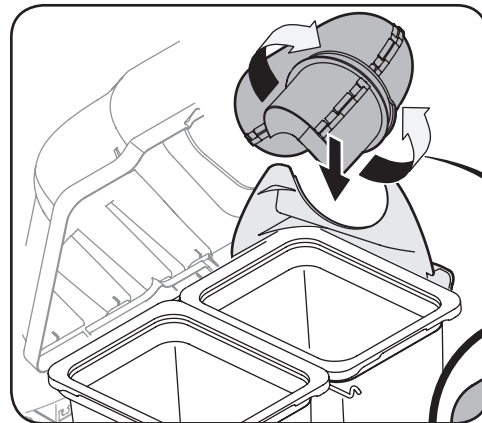

Figure 4-19
4. Placez la bride qui se trouve sur la tête de la goulotte supérieure sur le support de la goulotte. Voir Figure 4-19.